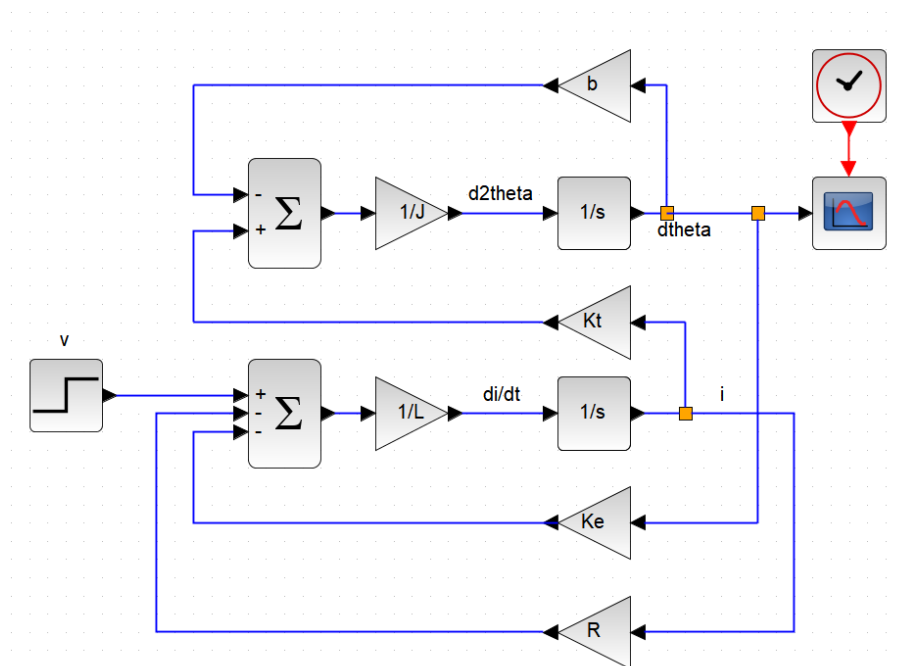

Figura 2: Diagrama de blocos do sistema do veículo por blocos integradores.
2. Realize a simulação do motor CC através das equações (3-4) por blocos integradores conforme diagrama feito no XCOS apresentado na Figura 2. Considere a entrada de tensão do motor como 5V. Para isto, utilize os seguintes blocos: